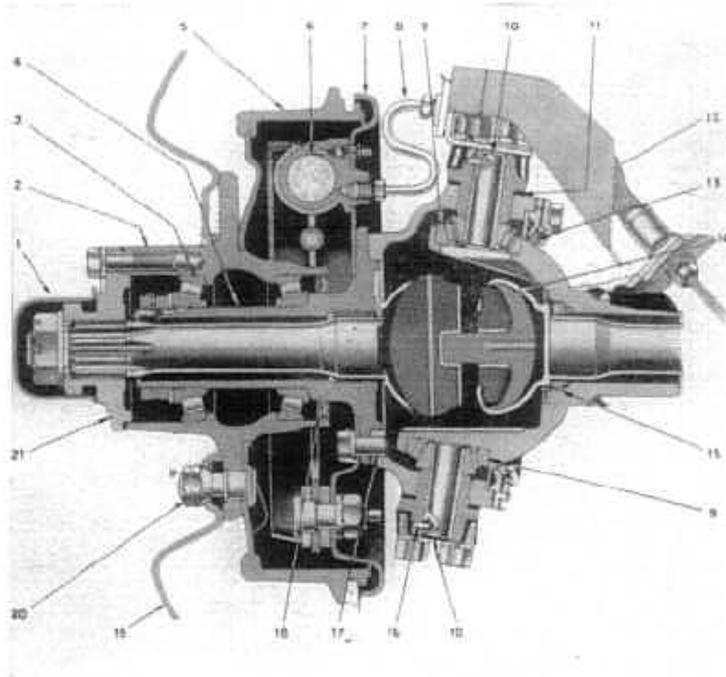
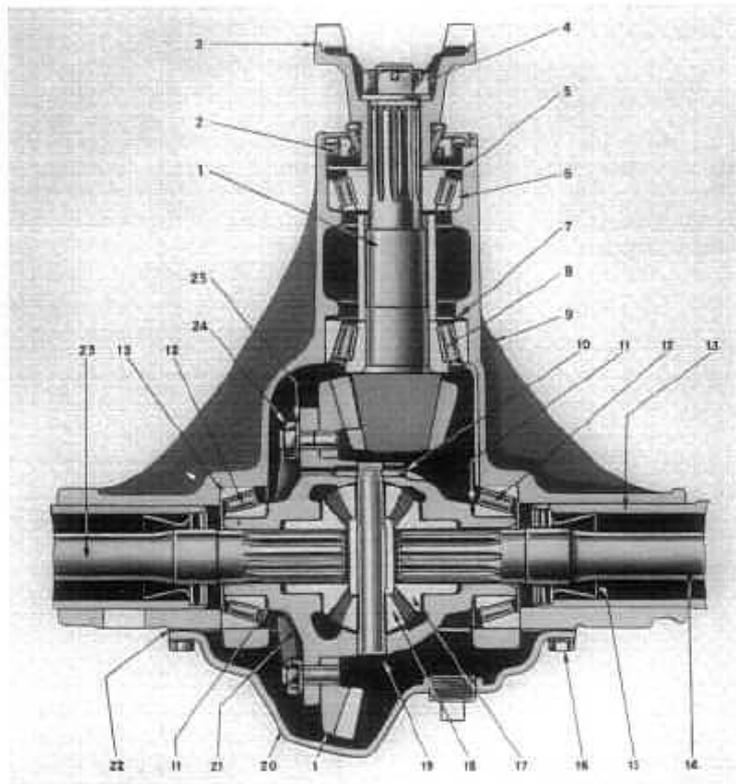

FIG. 25. — MURON DE LA DIRECCION
FIG. 26. — DIFERENCIAL DEL EJE DELANTERO
El puente delantero es un conjunto motriz con engranajes hipoidales, Fig. 26, y articulaciones de dirección esféricas, Fig. 25, las cuales alojan las juntas universales de los semiejes, de tipo de velocidad constante.
**Nota:** Se usan seis tornillos para fijar la placa de apoyo del freno de la rueda delantera y la mangueta de la misma a la caja de articulación, Fig. 25, n.º 17. Estos tornillos son de acero especial tra-
El lubricante es retenido en las cajas de articulación de la dirección mediante juntas de fieltro montadas en retenes gemelos adheridos a la cara interna de la caja, Fig. 25, n.º 13. Estas juntas impiden también la entrada de tierra y arenilla en las cajas. Exáminelos regularmente y repóngalos en cuanto descubra que se han dañado.